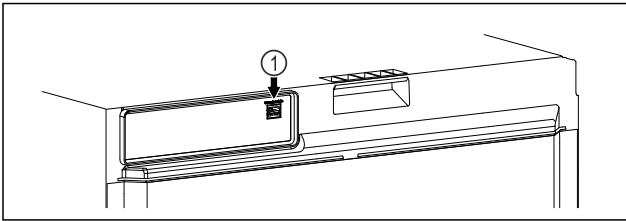

Fig. 100
- SmartModule Fig. 100 (1) er installert.